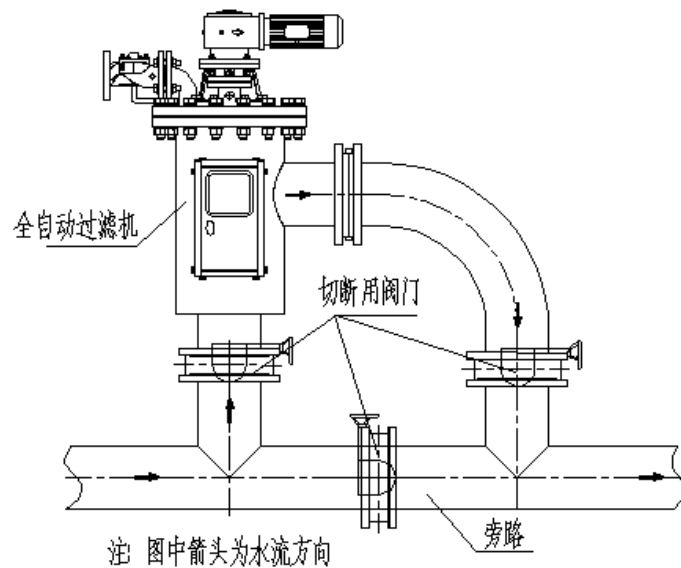

图 5
- 3) 过滤器有两种安装方式，见图 5~6，但应注意水流方向不可弄错，安装时应尽量使水力控制阀处于水平位置或向下的位置，以保证排污彻底。